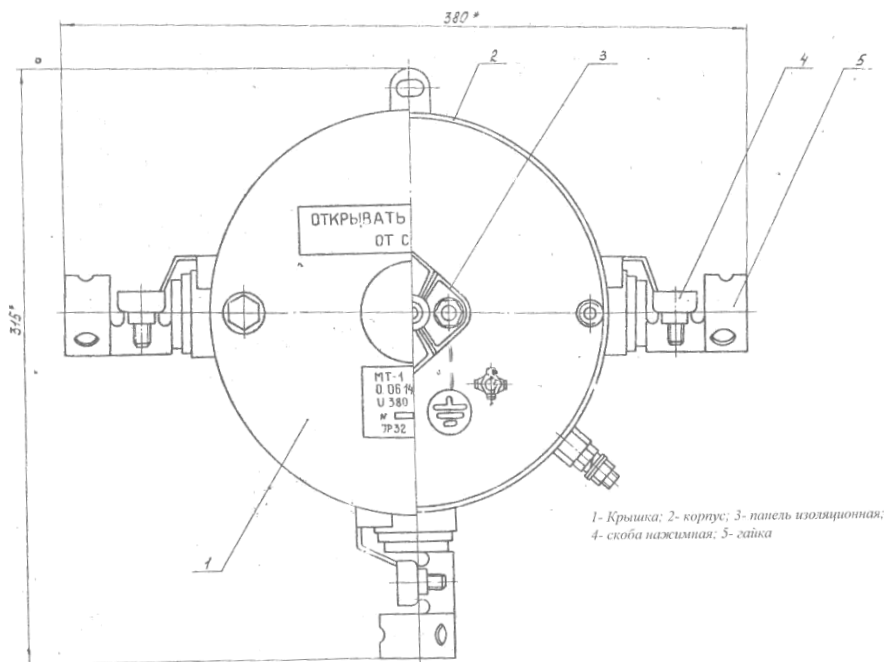

Рис. 1 Муфта тройниковая МТ-1
5.1 Муфта тройниковая МТ-1 (рис.1) состоит из следующих основных узлов и деталей: корпуса (поз.2), крышки (поз.1), изоляционной панели (поз.3), кабельных вводов.